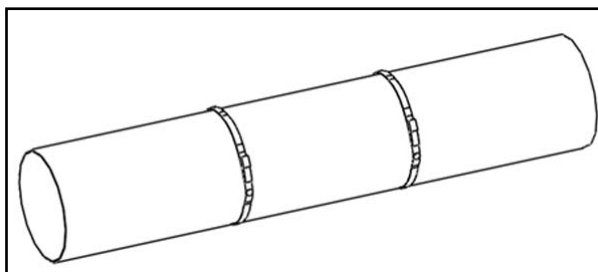

図 10：管上に取り付けられた取り付けストラップ
- b.** 管に 2 個の取り付けストラップを約 30 cm 間隔で取り付けます（以下の図 10 を参照）。